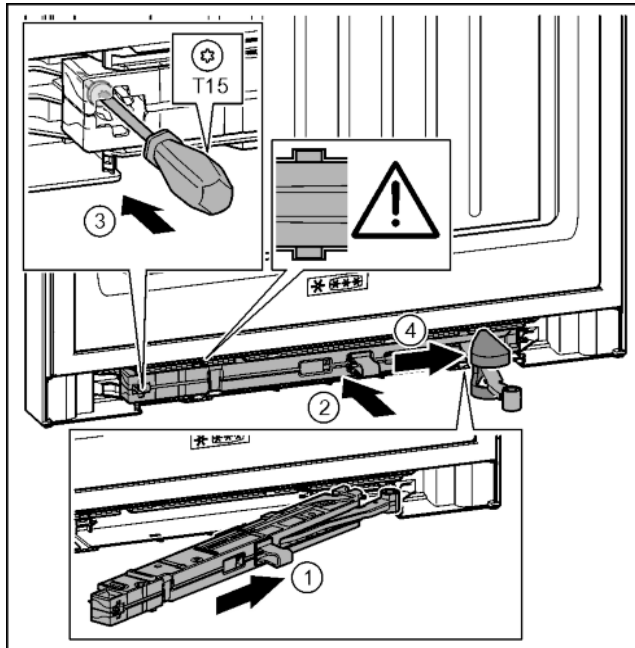

Fig. 36
- ▶ Вставить узел амортизатора со стороны опорного кронштейна в выемку до упора под наклоном. Fig. 36 (1)
- ▶ Полностью вставить узел амортизатора в выемку. Fig. 36 (2)
- ▷ Узел размещен правильно, если ребро узла амортизатора находится в направляющей. Fig. 36 (3)
- ▶ Затянуть винт отверткой T15. Fig. 36 (3)
- ▶ Переместить крышку над шарниром. Fig. 36 (4)